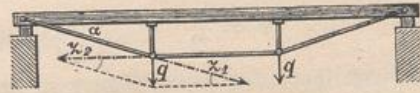

Fig. 27.
7. Von der gleichmäßig verteilten Belastung Q eines doppelt armierten Trägers (Fig. 27) wird auf jede Stütze der vertikal abwärts wirkende Druck $q = \frac{11}{30} Q$ übertragen. Wie groß sind die Zugspannungen z_1 und z_2 in den Zugstangen für folgende Angaben: